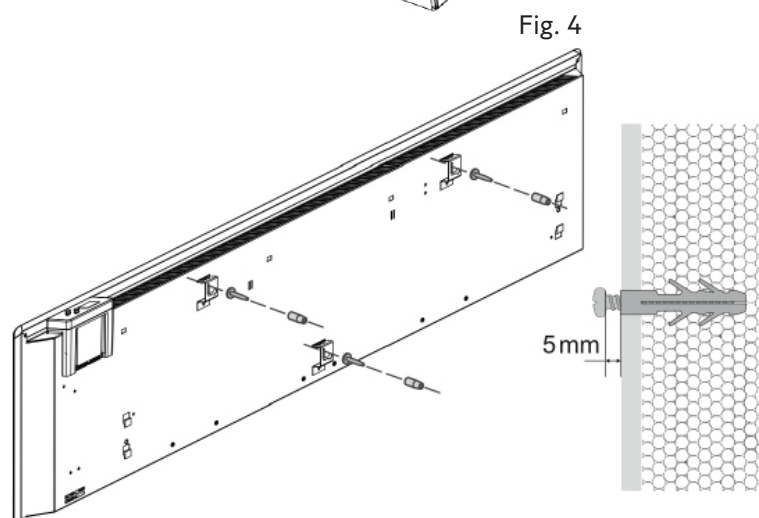

Fig. 4
- Sätt i plastpluggar i hålen alt. andra tillämpbara infästningsanordningar. (Fig. 4)
- Skruva in skruvarna och låt dem sticka ut ca 5 mm. (Fig. 4)